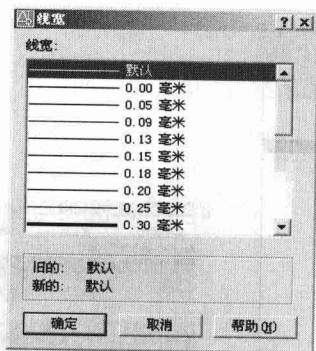

图 1-10 【线宽】对话框
(8) 在【图层特性管理器】对话框中选中某一个图层。
(9) 单击图层列表框【线宽】列中的 **默认** 图标，打开【线宽】对话框，如图 1-10 所示，通过此对话框用户可设置线宽。本例设定的线宽其轮廓线层为“0.30 毫米”，其余的采用默认设置。